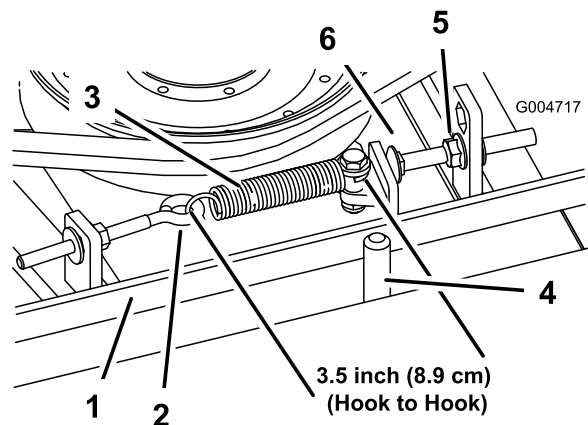

Figura 70
Quando a tensão estiver correcta, a medida da mola de extensão (gancho a gancho) deverá ser de cerca de 8,9 cm \pm 6 mm (lado interior). Logo que se obtenha a tensão correcta da mola, ajuste o pino de fecho (parafuso da carroçaria) até haver uma folga aproximada de 3 mm $+1,5/-0,0$ mm entre a cabeça do parafuso e o braço intermédio (Figura 70).
Nota: Certifique-se de que a correia está colocada no lado da mola do guia da correia (Figura 70).
2. Desaperte o parafuso com olhal permitindo a remoção da mola de extensão (Figura 70).
3. Desaperte a porca flangeada que fixa o pino de fecho na patilha de montagem. Puxa a porca ligeiramente para trás para permitir que o braço intermédio passe pelo pino de fecho (Figura 70). Retire a polia intermédia da correia para aliviar a tensão da correia.
8. Volte a ligar a mola de extensão (Figura 70) ao parafuso de olhal e aplique a tensão na correia como se segue: